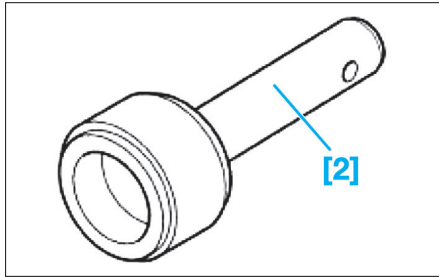

Fig. 13
- [2]. Outil de mise en place du joint de vilebrequin (Outil Renault Mot. 1355) (Fig.13).